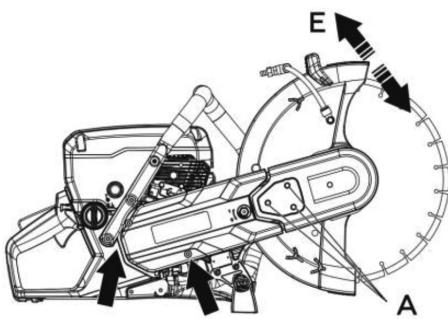

Рис. 51
3. Замените приводной ремень. Поверните натяжитель ремня (B) в положение «I», чтобы натянуть приводной ремень (рис. 51).